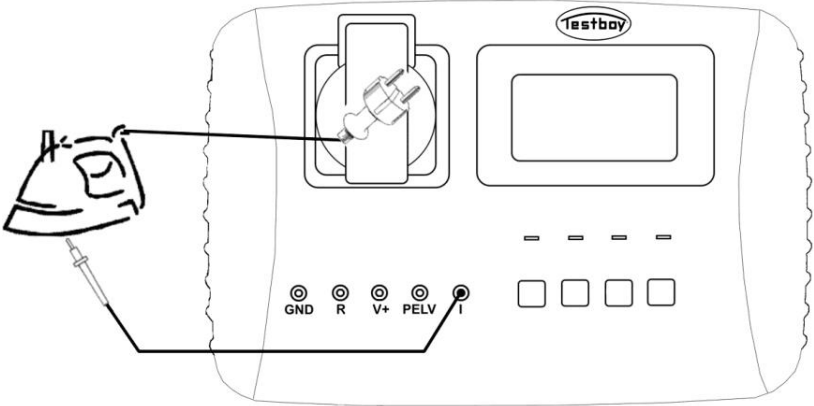

Bild 5
- | Messung über die Prüfsteckdose und die Messleitungen (Bild 5 und 6)